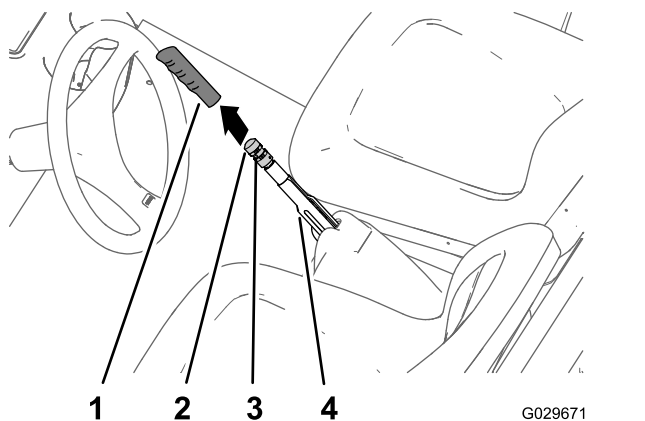

Рисунок 47
1. Снимите рукоятку с рычага стояночного тормоза (Рисунок 47).
2. Ослабьте установочный винт, который крепит ручку регулировки тормоза к рычагу стояночного тормоза (Рисунок 47).
3. Поворачивайте ручку регулировки тормоза до тех пор, пока усилие, требуемое для активации рычага стояночного тормоза, не достигнет 133–156 Н·м (Рисунок 47).
4. Затяните установочный винт и установите рукоятку на рычаг (Рисунок 47).
2. Ослабьте установочный винт (Рисунок 47), который крепит ручку регулировки тормоза к рычагу стояночного тормоза, выключите стояночный тормоз и ослабьте ручку регулировки тормоза.
5. Поворачивайте ручку регулировки тормоза (Рисунок 47) до тех пор, пока усилие, требуемое для активации рычага стояночного тормоза, не достигнет 133–156 Н·м.
- C. Поворачивайте ручку регулировки тормоза (Рисунок 47) до тех пор, пока усилие, требуемое для активации рычага стояночного тормоза, не достигнет 133-156 Н·м.
- Затяните установочный винт и установите рукоятку (Рисунок 47).